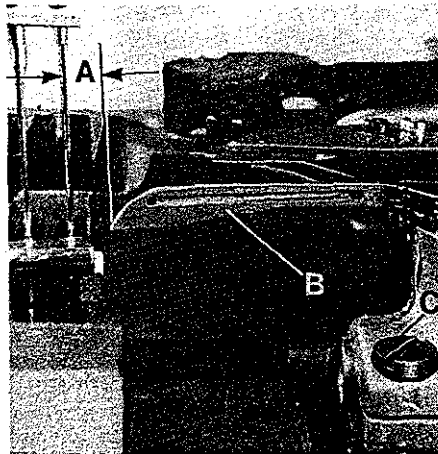

Fig. 21
Turn the pulley until the looper (B, Fig. 21) is at its farthest position to the right. In this position the distance (A) from the center of the right needle to the point of looper should be 4,0 mm (5/32 in.) on the two-needle 8, 10 and 12 gauge styles and 3,6 mm (9/64 in.) on the two- or three-needle 16 gauge styles. Looper gauges No. 21225-5/32 and No. 21225-9/64 can be used advantageously in making this setting.
Drehen Sie an der Handrad-Riemenscheibe bis der Greifer (B, Fig. 21) in seiner rechten Einstellung ist. In dieser Stellung muß der Abstand (A) zwischen Mitte rechter Nadel und Greiferspitze 4,0 mm (5/32 in.) bei den Zweinadel 8, 10 und 12 gauge Maschinen und 3,6 mm (9/64 in.) bei den Zwei- oder Dreinadel 16 gauge Maschinen sein. Die Greifereinstellehren Nr. 21225-5/32 und Nr. 21225-9/64 erleichtern diese Einstellung.
For adjustment loosen clamp screw (C, Fig. 21) and rotate the looper holder as required. Retighten the clamp screw.
Zur Einstellung lösen Sie die Pratzschraube (C, Fig. 21) und verdrehen den Greiferhalter entsprechend. Ziehen Sie die Schraube wieder an.